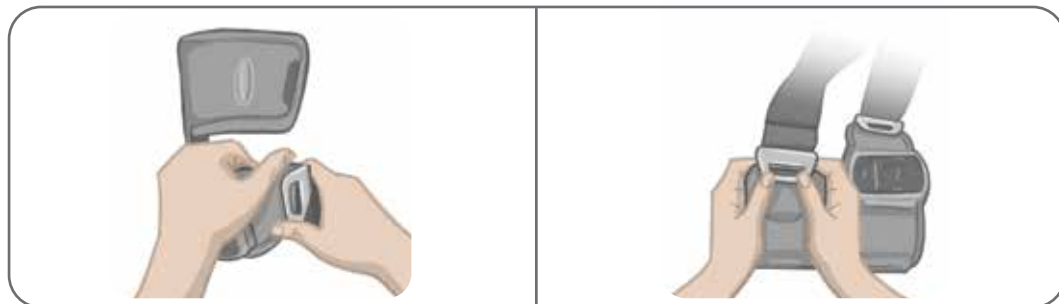

Figure 8-14 : Remise en place des sangles de cuisse
2. Poussez la boucle en direction de la sangle avec les pouces (en vous éloignant du manchon à cuisse). Reportez-vous à la figure 8-14.